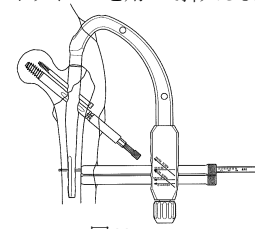

図22
- 20) ドリルスリーブを抜き、スクリュースリーブ先端を骨面に押しあて、ディスタルススクリュー用デプスゲージを挿入し先端フックを内側皮質に引っ掛け、スクリュー長を計測します。(図22)